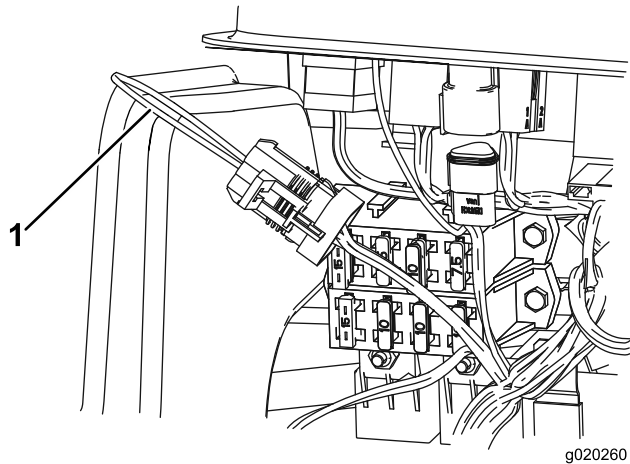

Figura 102
3. Localize os fios e o conector de circuito (Figura 102).